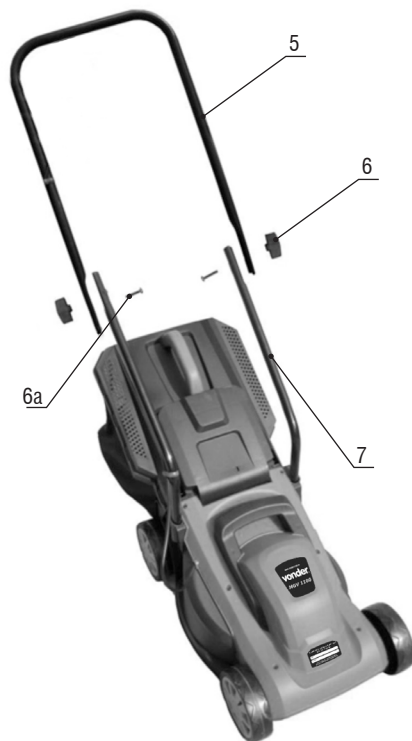

Figura 3 – Montagem do cabo
Para montar o cabo na haste, posicione o cabo (5) alinhado com a haste (7), insira o parafuso (6a) e aperte com a porca borboleta (6), conforme figura 3.